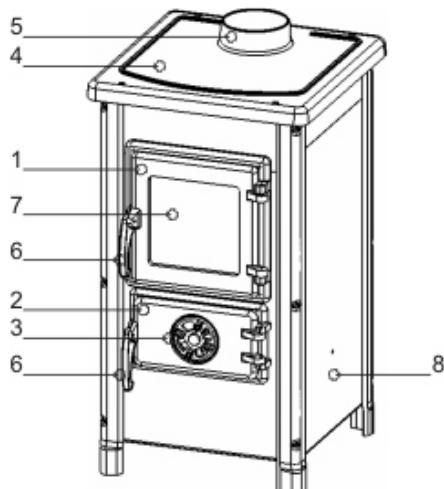

Рисунок 1.
Дверца топочной камеры (Рисунок 1,позиция 1) - чугунная и оснащена термостойким стеклом, дверца зольного ящика(Рисунок 1,позиция 2) - чугунная с регулятором подачи воздуха (воздушная заслонка, регулирующая интенсивность горения топлива)
(Рисунок 1,позиция 3).
- дверцу зольного ящика оставьте открытым до появления стабильного огня, после закрытия интенсивность горения регулируйте с помощью регулятора подачи воздуха (рисунок 1,позиция 3);
Регулятором первичного воздуха в печи Вы регулируете температуру, мощность и скорость сгорания топлива (Рисунок 1, позиция 3).